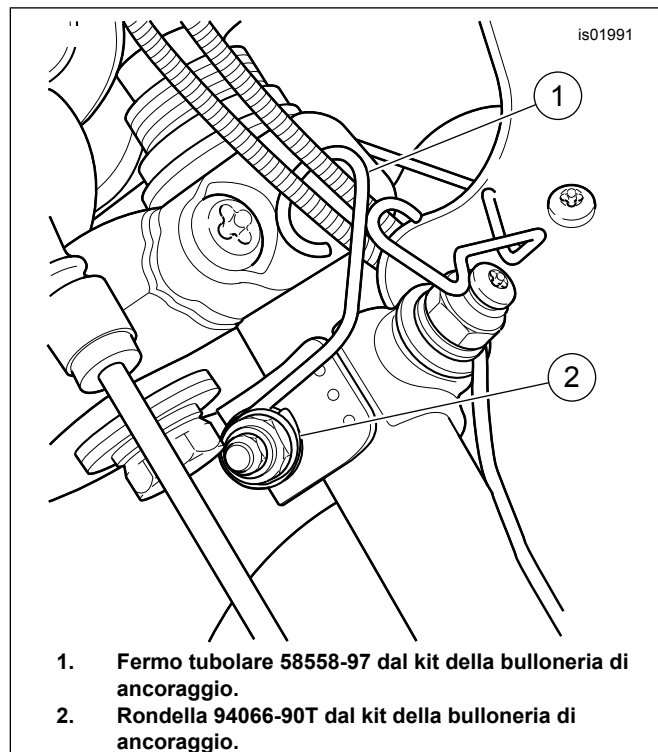

Figura 3. Attacco del cavo del comando del gas (tutti i manubri a eccezione di quelli in stile Buckhorn) (veduta guardando verso l'alto)
2. Per manubri diversi da quelli arretrati in stile Buckhorn, vedere la Figura 3. Utilizzare il fermo tubolare (1) dal Kit della bulloneria di ancoraggio per assicurare i cavi del comando del gas alla fascetta di montaggio superiore, come illustrato. Porre la rondella cromata (2) dal kit tra il fermo tubolare e il dado della fascetta di montaggio.